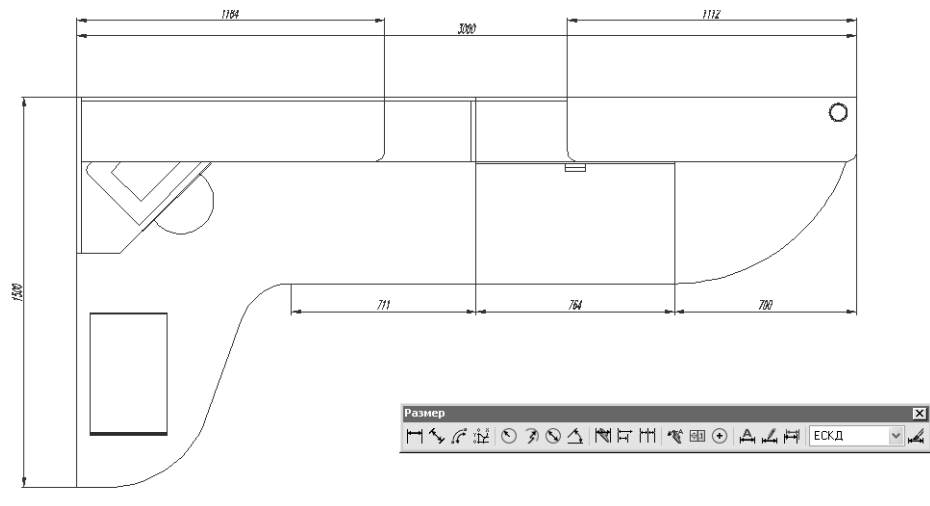

Рис. 11.17 ▼ Два горизонтальных размера, построенных от общей базы с размером 3000 мм
16. AutoCAD создаст размер 1112 мм и предложит задать точку для создания следующего размера от текущей базы. Нажмите **Enter** для переключения в режим изменения базы и выберите левую выносную линию размера 3000 мм. Затем создайте размер для верхней полки рабочего места старшекласника, после чего нажмите **Enter** два раза, чтобы завершить работу команды **Размбазовый** (DIMBASELINE). Чертеж должен иметь вид, представленный на рис. 11.17.